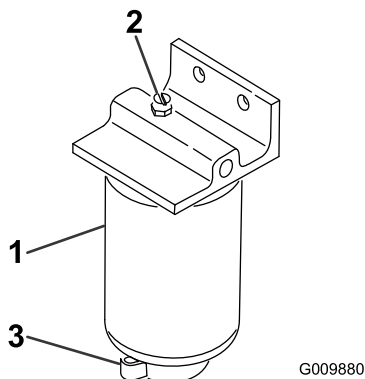

Рисунок 58
3. Открутите сливной кран в днище стакана фильтра (Рисунок 58).
2. Очистите область крепления стакана фильтра (Рисунок 58).